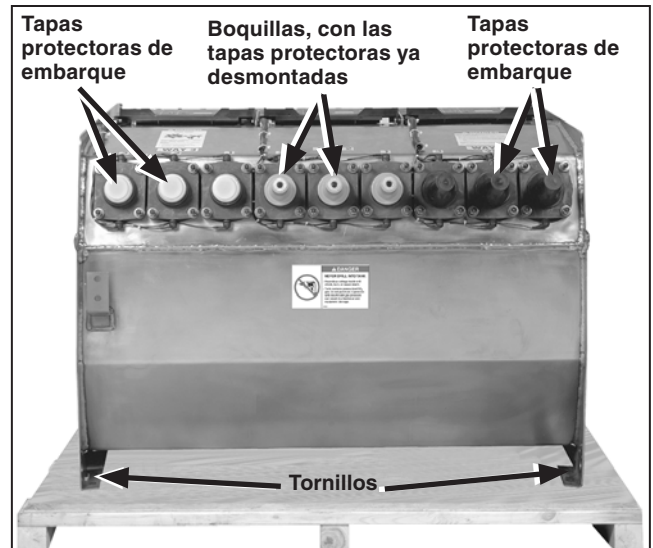

Figura 77. El interruptor va atornillado a la tarima en cuatro puntos para el embarque.
- PASO 1.** Desmonte el interruptor de su tarima y levante el equipo, respetando las medidas de seguridad que se dan en la sección “Manejo” de la página 43. Ver Figura 77.